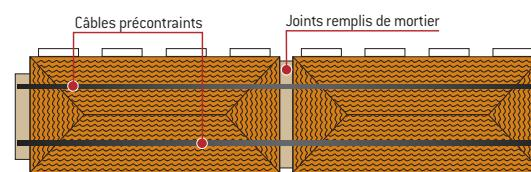

Figure 5. Solidarisation de 2 bâtiments par brélage de câbles précontraints [vue en plan]
• Solidarisation de deux blocs de bâtiment lorsqu'il est impossible de réaliser un joint de désolidarisation [fig. 5].